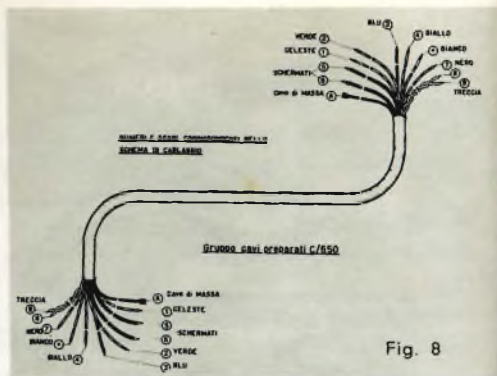

Fig. 8
3) Iniziare i collegamenti del cavetto C/650 (v. fig. 8) saldando ai terminali centrali dei due potenziometri di destra, i conduttori dei due cavetti schermati contraddistinti con i numeri 5 e 6.